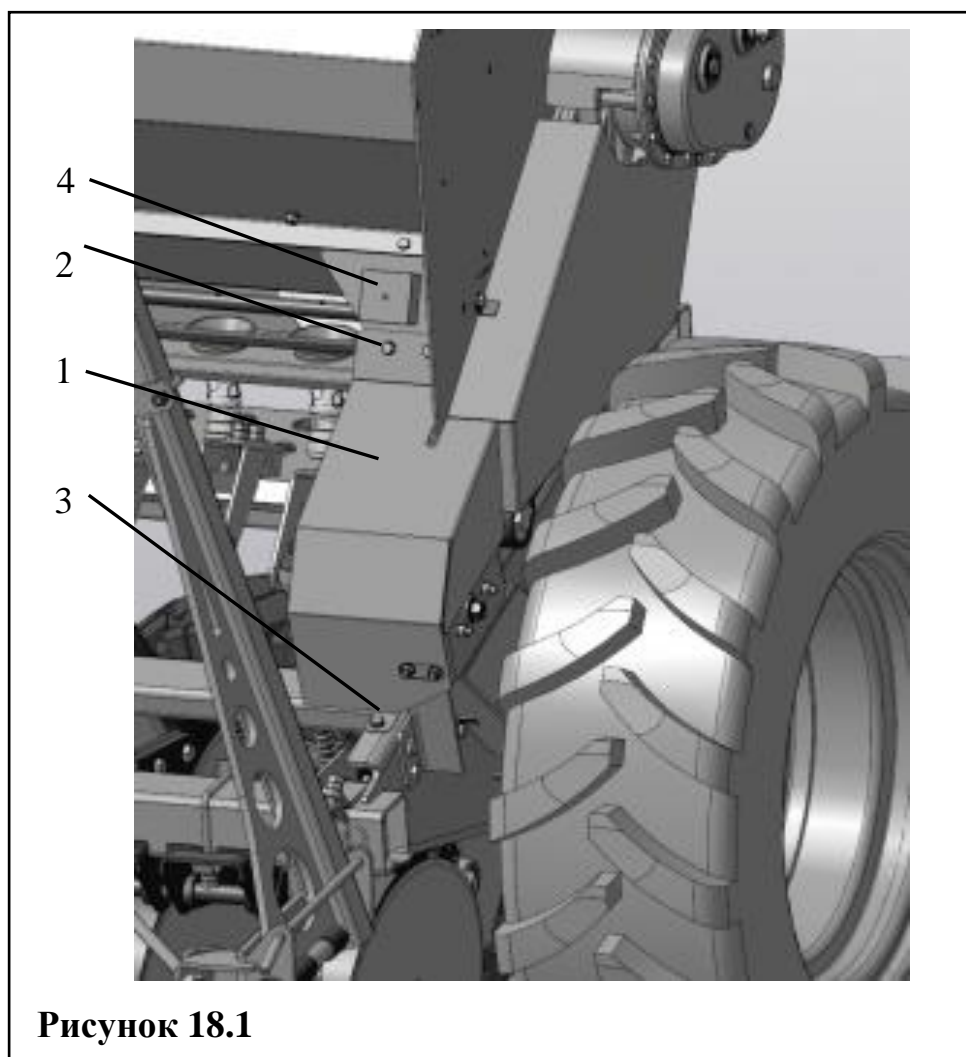
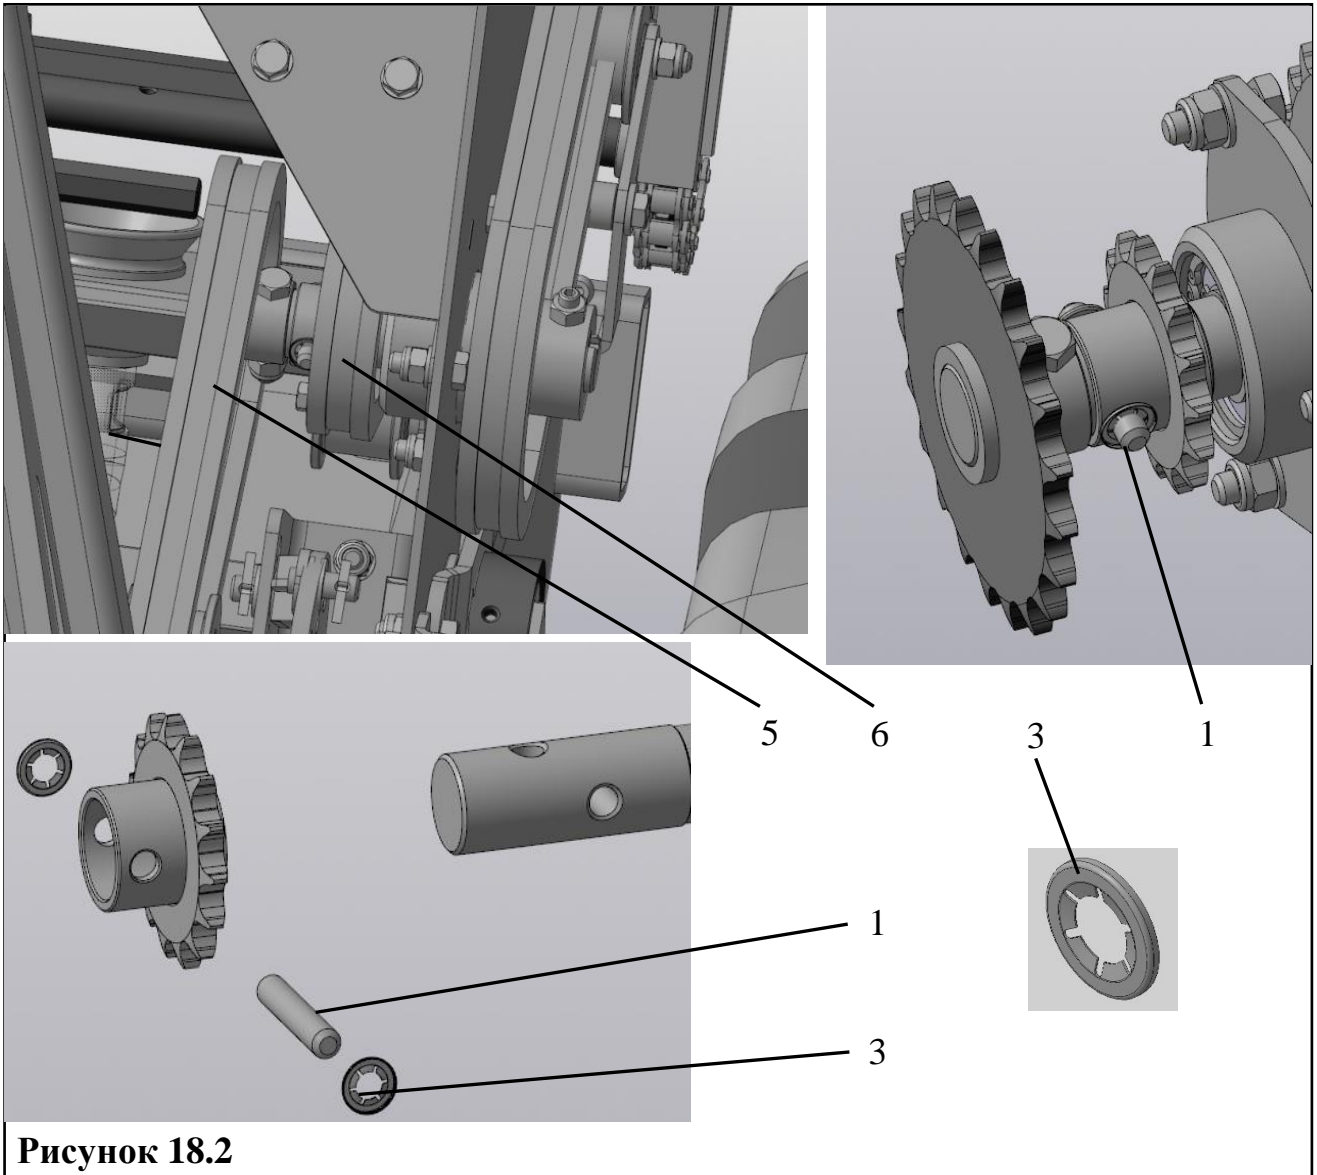

Рисунок 18.1
Рисунок 18.2
- 1) Снять ограждение механизма разобщения 1 (рис. 18.1). Для этого необходимо выкрутить два болта 2 (M8x20) и один болт 3 (M8x25).
- 2) Снять соединяющую цепь 5 со звездочек $Z=15$ и $Z=21$ (рис. 18.2).
- 3) Снять соединяющую цепь 6 со звездочек $Z=15$ и $Z=26$ (рис. 18.2).
- 4) Заменить разрушенный срезной штифт 1 (рис. 18.2) на штифт из комплекта запасных частей 4 (рис. 18.1).
- 5) Срезной штифт зафиксировать с двух сторон стопорными шайбами 3 (рис. 18.2).